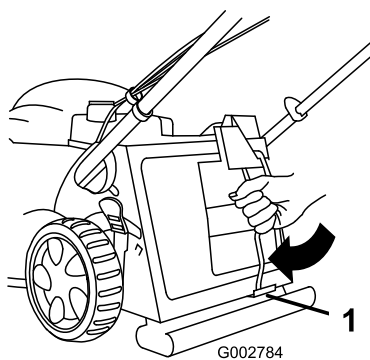

Figura 31
3. Introduzca el tapón de mulching y gire la varilla de cierre hasta que se enganche tanto en la parte superior como en la inferior (Figura 31).